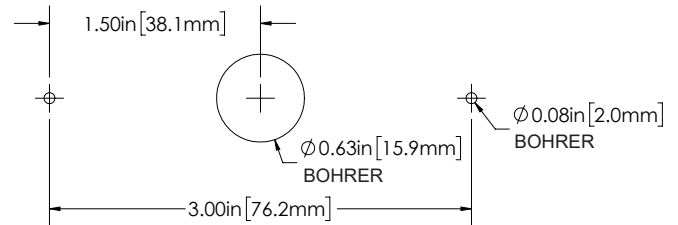

Abbildung 1
Schritt 1. Markieren Sie drei Punkte im Abstand von 3,8 cm (1,5 Zoll) auf der Montagefläche. Siehe Abbildung 1.